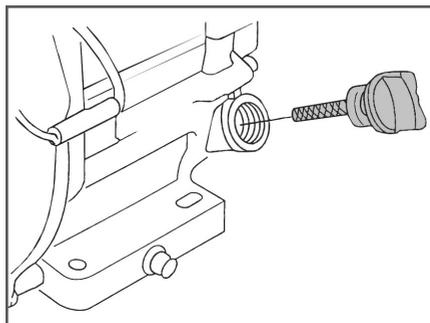

Рис. 23. Крышка-щуп маслосазливной горловины
2. Открутите крышку-щуп маслосазливной горловины и извлеките щуп (Рис. 23).
2. Выкрутите крышку-щуп маслозаливной горловины и извлеките щуп (Рис. 23).